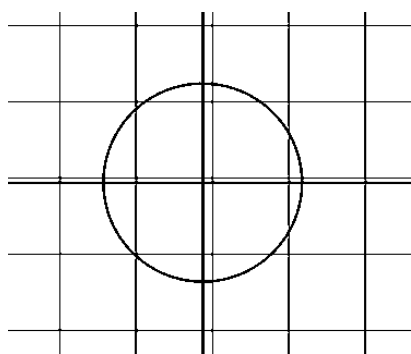

Рис. 29. Построение модели
2. Построение модели (рис. 29):